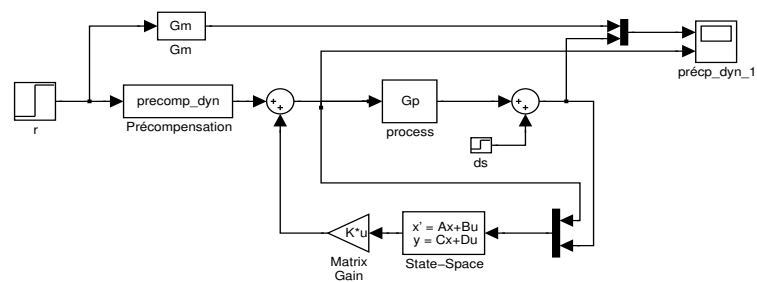
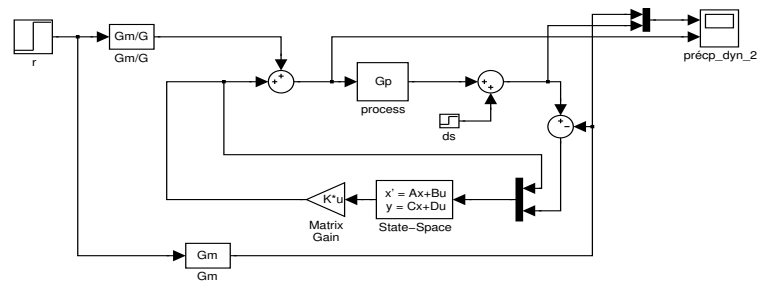

FIGURE 4 – Schéma simulink de précompensation dynamique directe
FIGURE 5 – Schéma simulink de précompensation dynamique pratique
- Faites des simulations temporelles à l'aide des schémas simulink "precom_dyn_1.mdl" (figure 4) et "precom_dyn_2.mdl" (figure 5). Commentez les réponses obtenues avec ces deux schémas.